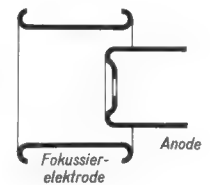

Bild 7. Die Beschleunigungslinse
- b) Beschleunigungslinse – mit nur zwei zusätzlichen Elektroden, Bild 7.
Zu b) Die Beschleunigungslinse (Bild 7)